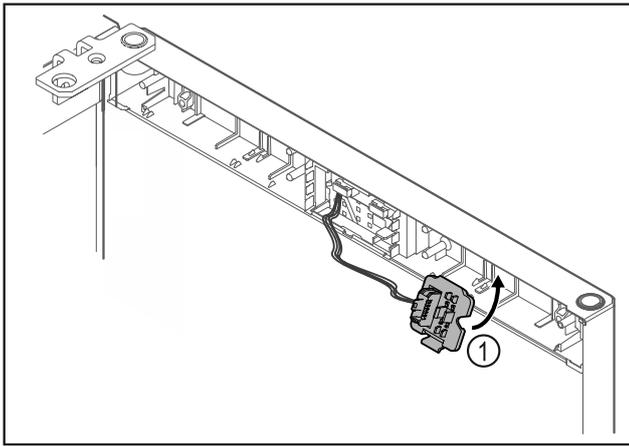

Fig. 21
- Κουμπώστε το στήριγμα του φισ Fig. 21 (1) στην απέναντι πλευρά.